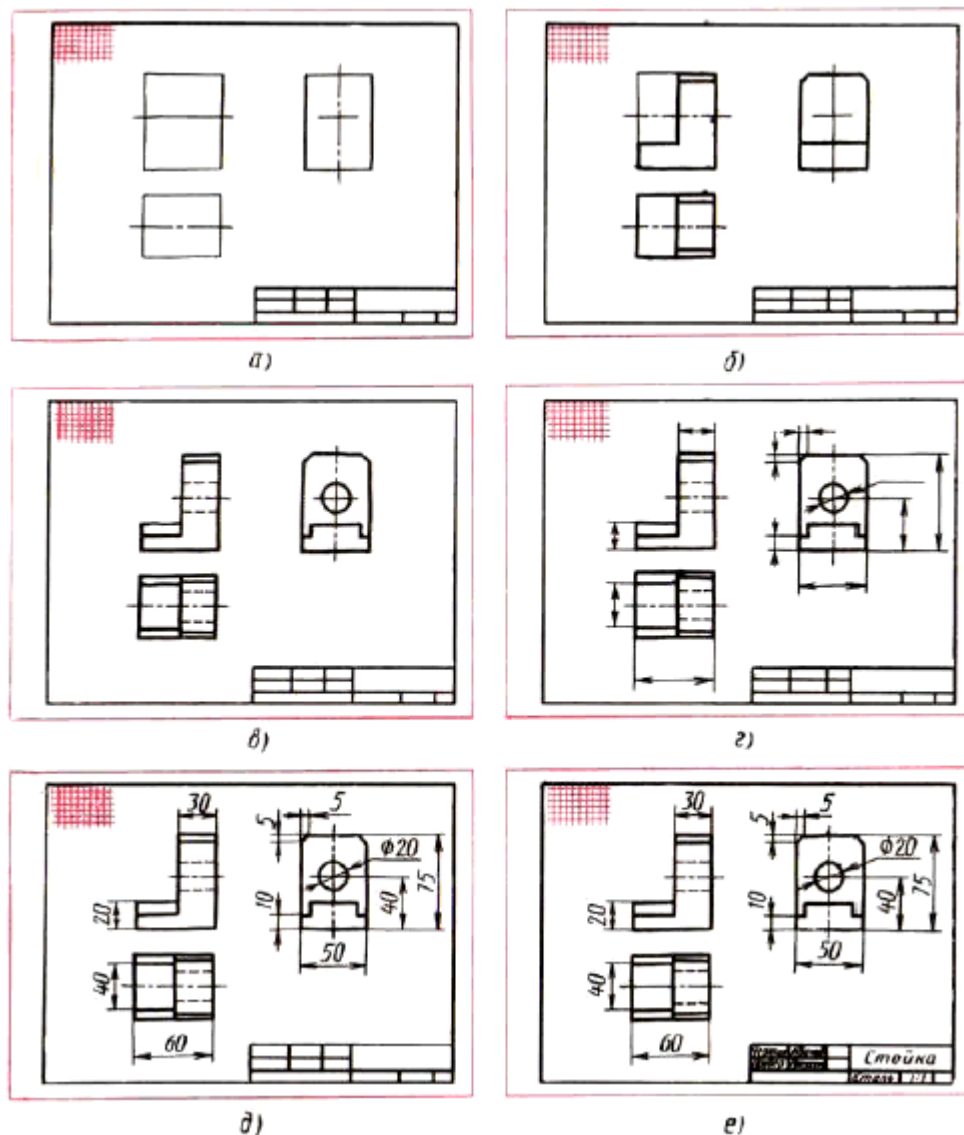

Рис. 154. Последовательность выполнения эскиза
Строят изображения детали на эскизе в такой последовательности (рис. 154):
2. Определяют, как лучше разместить изображения на поле чертежа, и вычерчивают тонкими линиями габаритные прямоугольники. При необходимости проводят осевые и центровые линии (рис. 154, а).
3. Наносят на видах внешние (видимые) контуры детали (рис. 154. б).
4. Штриховыми линиями изображают невидимые части и элементы детали (рис. 154, в). Обводят эскиз.
5. Наносят выносные и размерные линии (рис. 154, г).
6. Обмеряют деталь, наносят размерные числа и в случае необходимости надписи (рис. 154, д).
7. Заполняют основную надпись (рис. 154. в), где указывают название детали, материал, из которого она изготовлена.